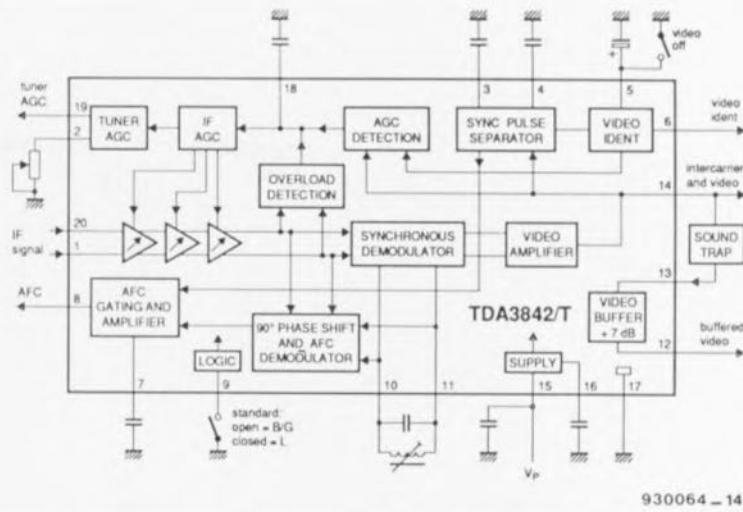

Figure 3. Synoptique de la structure interne du TDA3842 et son schéma d'application type. Ce circuit intégré se charge de la démodulation du signal vidéo.
pour y subir le traitement prévu. Nous sommes ici en présence d'un amplificateur FI vidéo multistandard à démodulateur, le tout intégré dans un seul et unique boîtier. Nous vous proposons, en **figure 3**, le synoptique de la structure interne de ce composant ainsi que son circuit d'application type. La comparaison entre ce dernier et le schéma de la figure 2 permet de constater que le schéma n'est en fait rien de plus que l'application standard de ce circuit (suggérée par Philips). L'inverseur « video off » (dans les 1h30 de la figure 3) n'est pas utilisé dans cette réalisation, l'inverseur présent à la broche 9 prenant lui la forme d'un double îlot de soudure à ponter ou non. Ce dispositif permet de choisir entre une commande de la CAG par une modulation négative (B/G) ou positive (L) du signal de synchronisation. L'option standard est une commande par modulation négative (B/G). Pour les standards différents du PAL, le système SECAM français en particulier donc, il faudra choisir l'option L.